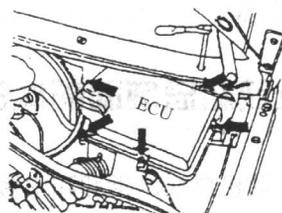

图 1.8 拆下 ECU
(11) 拆下发动机电子控制装置 (ECU) 和线束插头, 如图 1.8 所示。